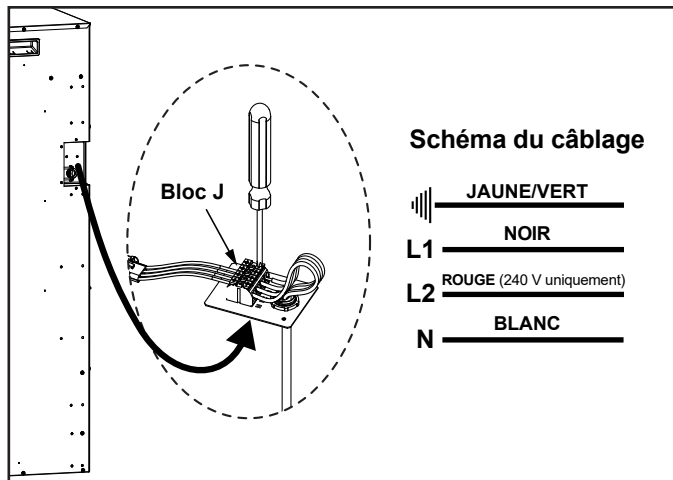

Figure 5.3 Branchements électriques
1. Retirez la plaque du bloc en J située sur le côté droit de l'appareil. Conservez les deux (2) vis pour le réassemblage de la plaque du bloc J.
2. Installez un serre-câble NM-B dans la plaque du bloc en J. Raccordez le fil de type NM-B au bloc en J, assurez-vous que les branchements sont bien fixés et serrez le serre-câble. Pour insérer les conducteurs dans le bloc en J, appuyez à la main ou à l'aide d'un tournevis sur les bornes à ressort du bloc en J. Voir la figure 5.3.
3. Réinstallez la plaque du bloc J sur l'appareil avec les deux (2) vis retenues.